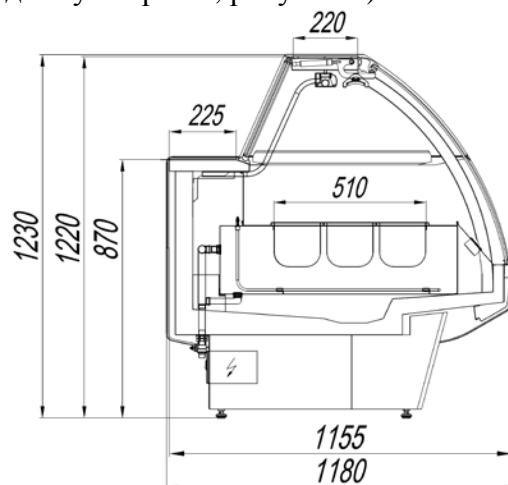

Рисунок 1
- АНТИГУА ТМ (на тумбах, рисунок 1);